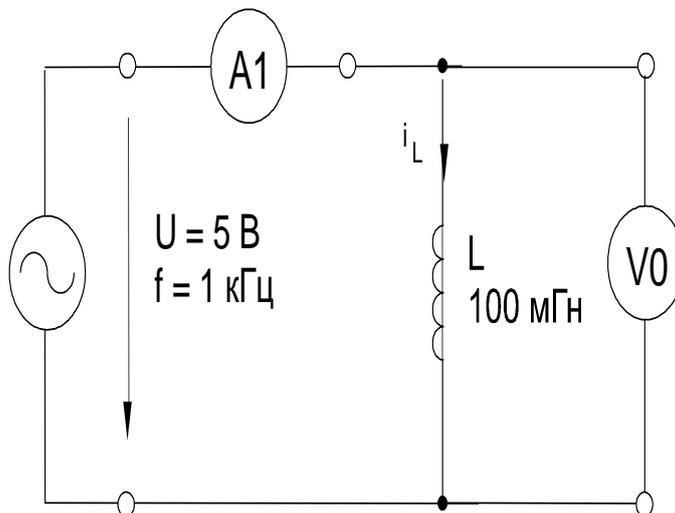

Рисунок 7.4 – Схема электрической цепи
- Соберите цепь согласно схеме (рис. 7.4), подключите к ее входу регулируемый источник синусоидального напряжения с параметрами $U = 5 \text{ В}$, $f = 1 \text{ кГц}$.